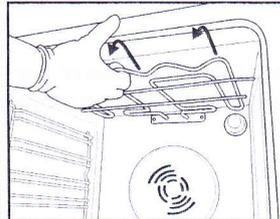
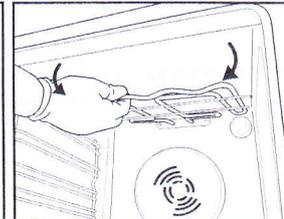

Abb.4
Abb.5
2. Ziehen Sie das Heizelement etwas nach vorn (Abb. 4) und senken Sie es anschließend ab (Abb. 5).